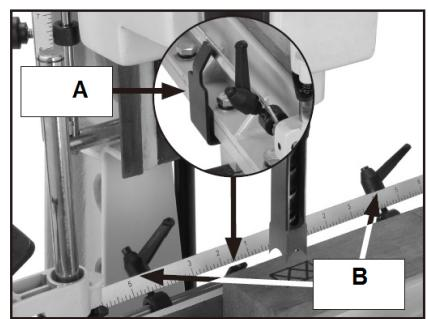

Рис. 9
3. Чтобы отрегулировать расстояние, на которое стол будет перемещаться влево и вправо, воспользуйтесь фиксаторами стола (A, B, Рис. 9).